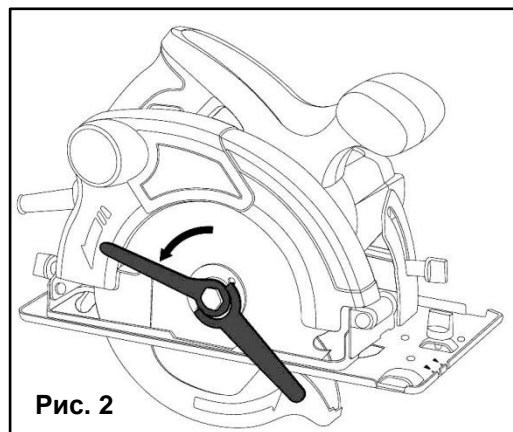

Рис. 2
- Удерживая фланцевым ключом внешний фланец (13), открутить ключом болт крепления пильного диска (12) (См. Рис. 2)